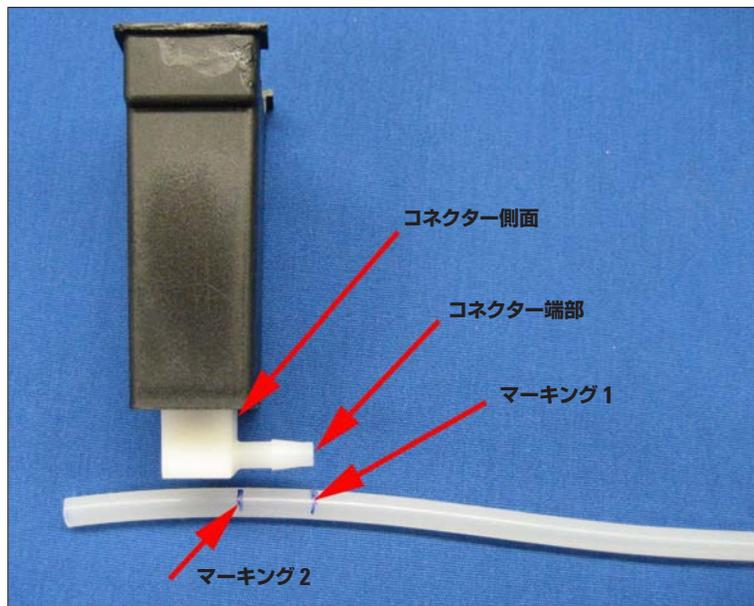

図 25
- マーキング 1 をコネクター端部に合わせ、コネクター側面の位置を示す 2 つ目の印 (マーキング 2) を付けます (図 25)。